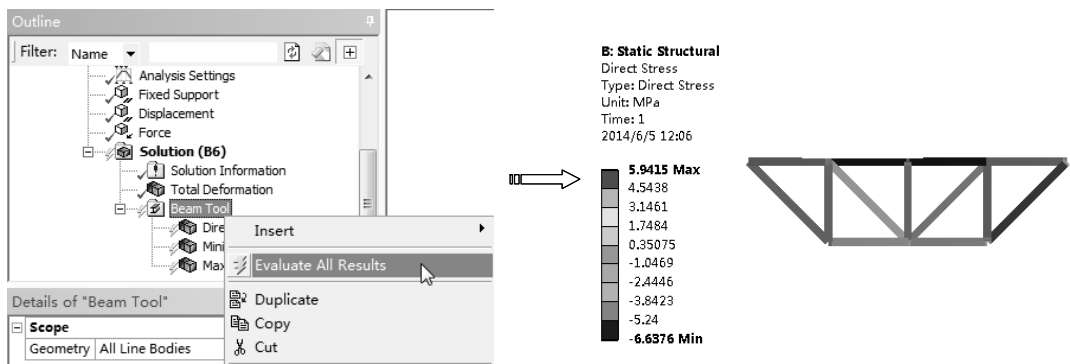

图 5-107 直接应力云图
4) 选中【Beam Tool】节点，单击鼠标右键，在弹出的快捷菜单中选择【Evaluate All Results】命令，然后单击【Beam Tool】项下的【Direct Stress】节点，以颜色方式显示直接应力，如图 5-107 所示。